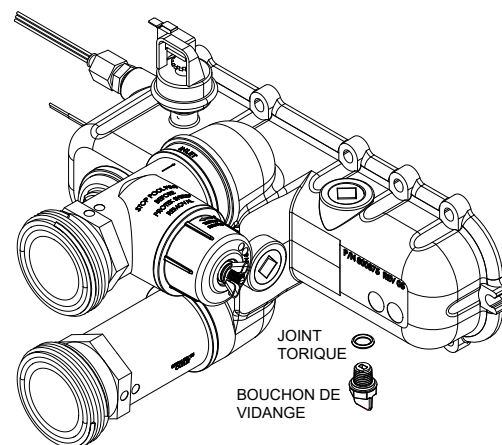

Figure 74. Distributeur d'entrée/sortie avec bouchon de vidange.
2. Fermez les vannes d'isolement (conduites d'eau) pour isoler l'appareil. Retirez le panneau d'accès inférieur droit pour atteindre le côté droit du distributeur d'entrée/sortie. Le drain est situé sous le distributeur d'entrée/sortie. Desserrez et retirez le bouchon de vidange. Voir **Figure 74**.